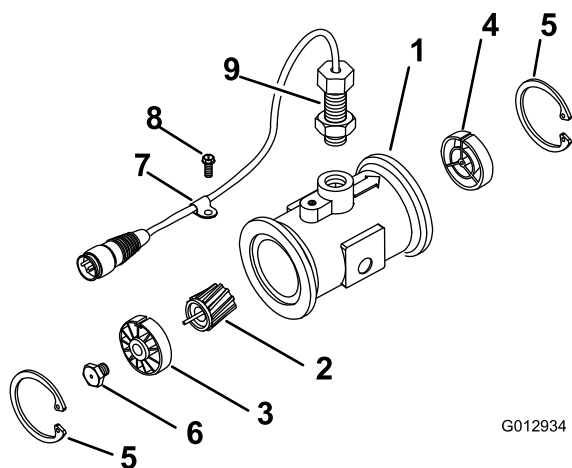

Figure 86
3. Retirez le circlip en amont (Figure 86).